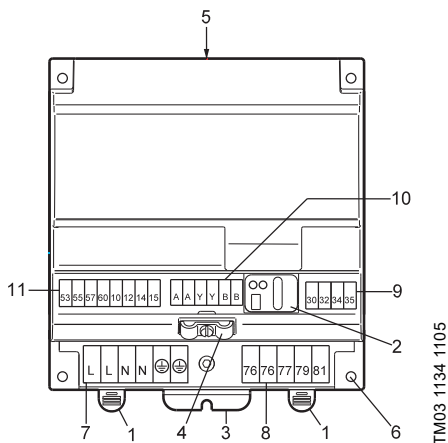

Fig. 1 IO 351A
Varianten (A eller B) er angivet på typeskiltet på bagsiden. Desuden kan den identificeres på antallet af klemrækker. IO 351A har fem klemrækker, IO 351B har otte, se fig. 1 og 2.
- Modulets konstruktion sørger for en god elektrisk kontakt til DIN-skinnen. DIN-skinnen skal derfor have en god forbindelse til funktionsjord. Hvis modulet monteres uden DIN-skinne ved hjælp af de fire monteringshuller (pos. 6), skal der være forbindelse til funktionsjord gennem beslaget (pos. 3). Se fig. 1 eller 2.